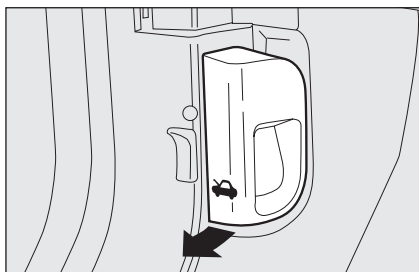

fig. 91
- tirer le levier **fig. 91** dans le sens indiqué par la flèche;